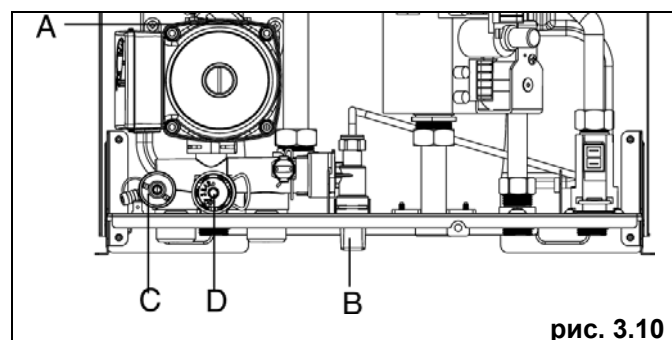

рис. 3.10
- открутите на два или три оборота крышку автовоздушника (А) (рис. 3.10)